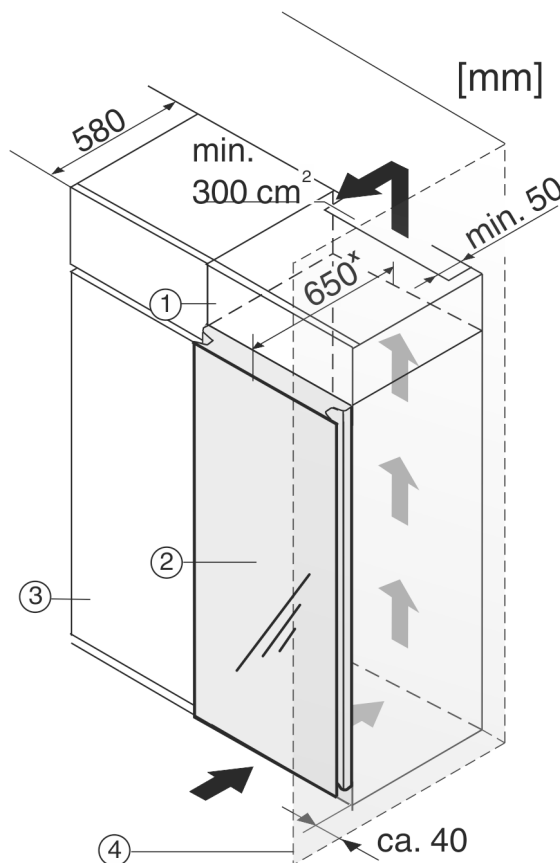

Fig. 12
- (1) Mobile da appoggio
- (2) Apparecchio
- (3) Mobile da cucina
- (4) Parete
L'apparecchio può essere incassato nell'arredamento per la cucina. Per adattare l'apparecchio Fig. 12 (2) all'altezza della cucina componibile, è possibile applicare sopra l'apparecchio un adeguato mobile da appoggio Fig. 12 (1).
Si la cocina posee armarios (profundidad máx. 580 mm), el aparato se puede colocar directamente junto al armario de cocina Fig. 12 (3). La puerta del aparato sobresale 70 mm * respecto al frente del armario de cocina.
Se l'apparecchio con cerniere viene installato accanto ad una parete Fig. 12 (4), la distanza minima fra l'apparecchio e la parete deve essere almeno di 40 mm.